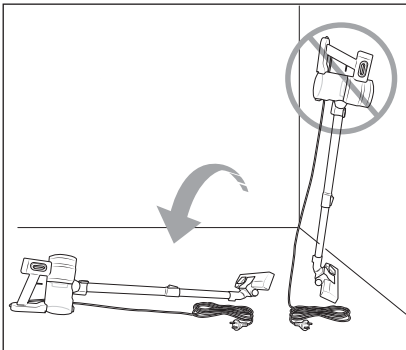

Abb. 4
- ▶ Versuchen Sie nicht den Staubsauger aufrecht hinzustellen, wenn Sie ihn zwischenzeitlich abstellen oder aus der Hand legen wollen. Setzen Sie den Staubsauger dafür in die Wandhalterung **10** oder legen Sie ihn auf den Boden (siehe Abb. 4 und 5). Der Staubsauger kann ansonsten aufgrund seines hohen Schwerpunkts umkippen und beschädigt werden und unter Umständen beim Umkippen weitere Gegenstände beschädigen.